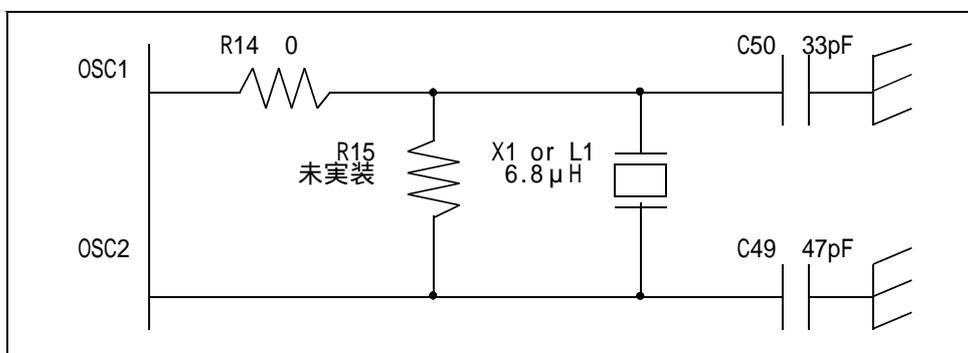

図4.11 OSC1, OSC2端子信号回路
(4) OSC1, OSC2端子に接続される部品番号、部品定数及び接続回路を図4.11に示す。